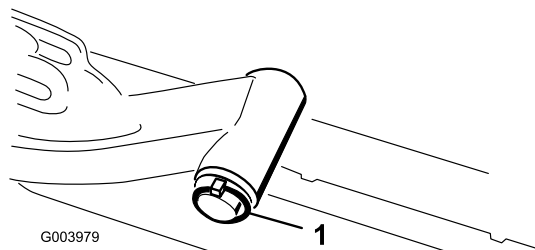

Figura 11
- A. Togliete l'acciarino e la rondella che fissano l'albero di articolazione al braccio di sollevamento ed estraete l'albero dal braccio di sollevamento (Figura 11).
- C. Inserite l'albero del braccio di sollevamento nel braccio di sollevamento, e fissatelo con la rondella e l'acciarino (Figura 11).